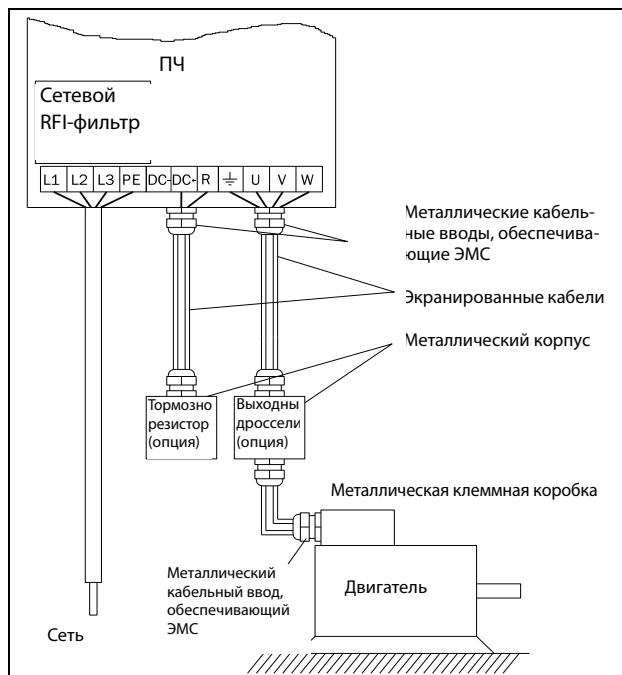

Рис. 66 Подключение кабелей двигателя и сетевого питания.
1. Подключите сетевой кабель в соответствии с Рис. 66. Преобразователь частоты в стандартном исполнении оснащен сетевым фильтром помех категории 3, который соответствует промышленному применению.
Подключите кабели двигателя в соответствии с Рис. 66. Согласно директиве EMC, необходимо использовать экранированные кабели и подключить экран кабеля двигателя с обеих сторон: к корпусу двигателя и корпусу преобразователя частоты.